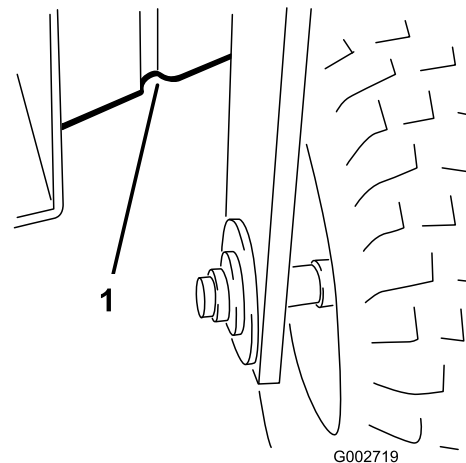

Figura 22
- Anteriori – sotto il telaio, dietro la ruota anteriore (Figura 22).